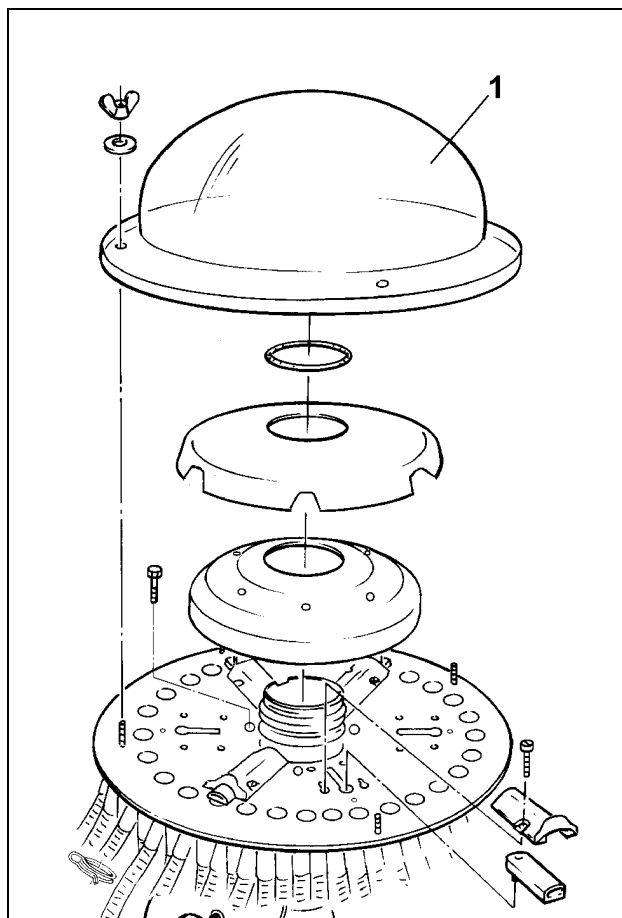

Fig. 108
- la compuerta transparente de plástico (Fig. 108/1)
Para la limpieza del cabezal de distribución, quitar la caperuza exterior del distribuidor (Fig. 108/1).